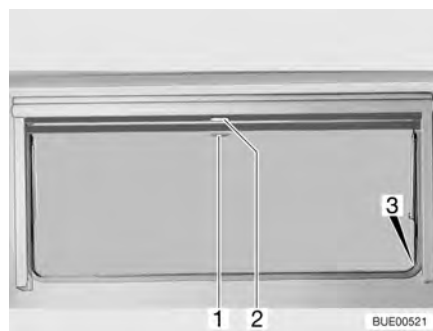

Fig. 66 Ventana abatible
- Tirar del asidero (Fig. 66,2) de la persiana oscurecedora enrollable hacia abajo. Cuando la persiana oscurecedora enrollable se cierre por completo, encajarla en el bloqueo (Fig. 66,3) a ambos lados del marco de la ventana.
- Cuando la persiana oscurecedora enrollable está completamente cerrada: Presionar el tirador (Fig. 66,2) hacia abajo y tirarlo ligeramente hacia dentro. Desenganchar la persiana oscurecedora enrollable de los bloques a izquierda y derecha del marco de la ventana.
- Cuando la persiana oscurecedora enrollable se encuentre en una posición intermedia: Tirar ligeramente del asidero (Fig. 66,2) hacia abajo, hasta que se hay soltado el bloqueo.
- Tirar hacia abajo de la mosquitera enrollable (Fig. 66,1) y engancharla en el bloqueo (Fig. 66,3) a ambos lados del marco de la ventana.
- Presionar el tirador (Fig. 66,1) hacia abajo y tirarlo ligeramente hacia dentro. Desenganchar la mosquitera enrollable de los bloques a izquierda y derecha del marco de la ventana.